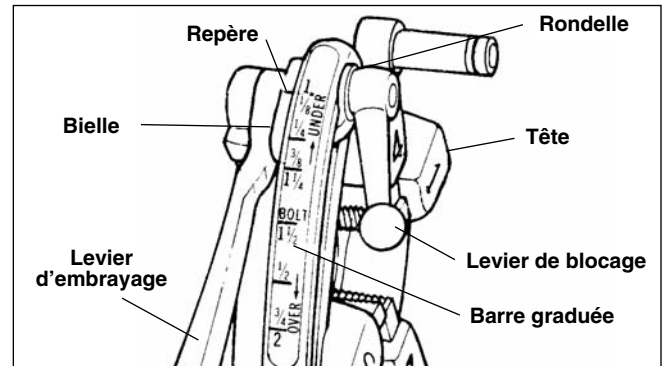

Figure 8 – Tête de filière à ouverture rapide n° 811-A
6. Tête de filière à ouverture rapide n° 811A (Figure 8) – En fin de filetage, relevez le levier d'embrayage pour ramener les filières en arrière.
La tête de filière universelle 811-A (*Figure 8*) pour filetage à droite utilise quatre jeux de filières pour le filetage des tuyaux de  $\frac{1}{8}$  à  $1\frac{1}{2}$  po. Un jeu de filières est nécessaire pour chacune des gammes diamétriques suivantes : ( $\varnothing \frac{1}{8}$  po), ( $\varnothing \frac{1}{4}$  et  $\frac{3}{8}$  po), ( $\varnothing \frac{1}{2}$  et  $\frac{3}{4}$  po) et ( $\varnothing 1$  à  $1\frac{1}{2}$  po). Le filetage des boulons nécessite un jeu de filières spécial pour chaque taille de boulon.